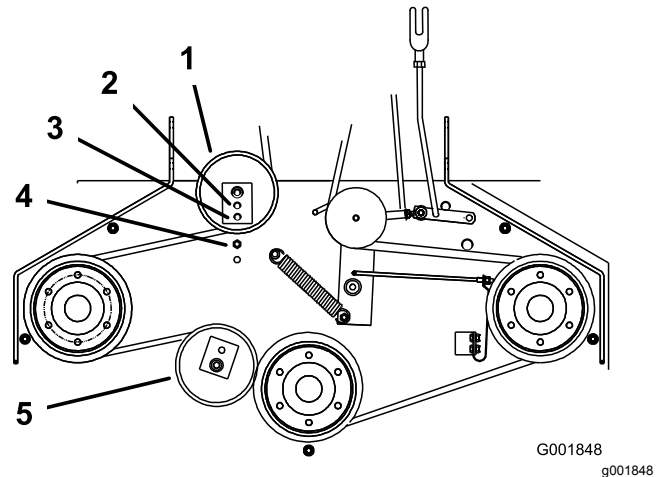

Figura 45
6. Si no es posible ajustar más el tensor y la correa todavía está floja, será necesario cambiar la polea tensora trasera al taladro central o delantero (Figura 45). Utilice el taladro que proporciona el ajuste correcto.
7. Si mueve la polea tensora, debe mover también la guía de la correa. Mueva la guía de la correa a la posición delantera (Figura 45).